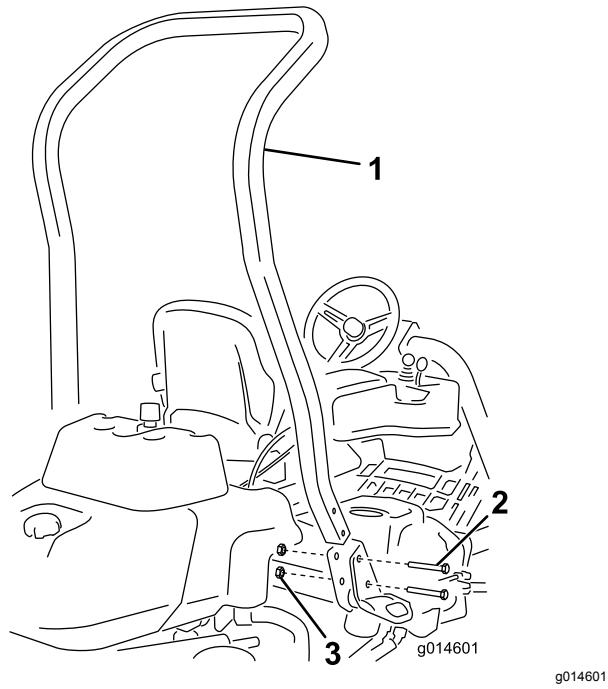

Figura 3
3. Instale a barra nas bolsas de cada lado da máquina, utilizando 4 parafusos ($\frac{1}{2}$ pol. x $3\frac{3}{4}$ pol.) e quatro porcas flangeadas ($\frac{1}{2}$ pol.), como se mostra na Figura 3.